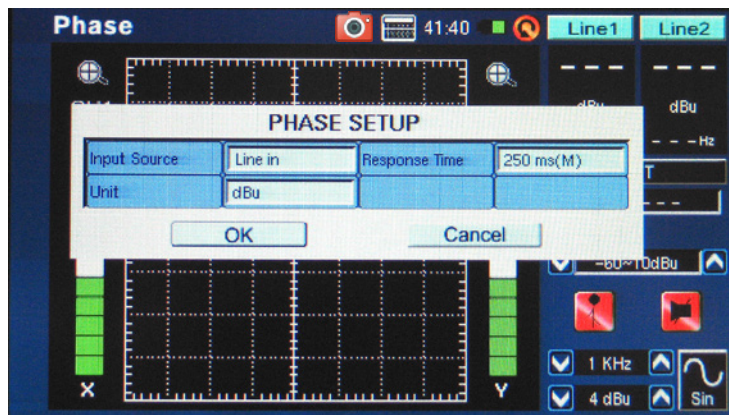

figure 50
1. 位相 (Phase) 機能画面でSETをタップし、設定メニューを開きます。設定メニューで入力ソース (Input Source)、単位 (Unit)、応答時間 (Response Time) を設定します。入力ソースを“Line in”に設定します(図50)。単位は位相メーター自身の結果にあまり重要ではありませんが、入力信号に対応した単位設定をお奨めします。“OK”をタップして位相メーター画面に戻ります。